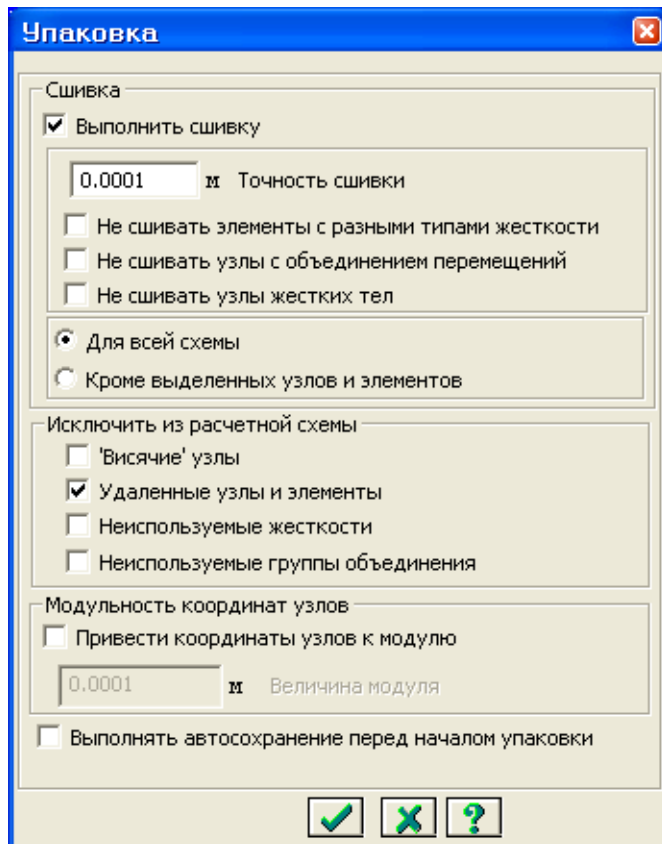

Рис.9.10. Диалоговое окно **Упаковка схемы**
- С помощью меню **Схема ⇒ Корректировка ⇒ Упаковка схемы** (кнопка  на панели инструментов) вызовите диалоговое окно **Упаковка** (рис.9.10).